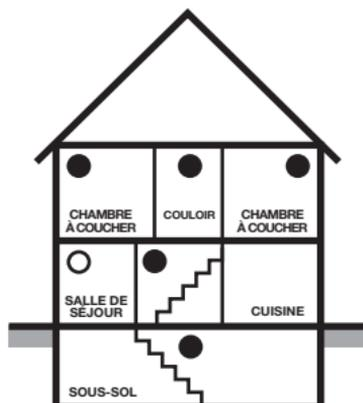

FIGURE 1B
- Installer au moins un avertisseur à chaque étage de l'habitation (voir FIGURE 1B).